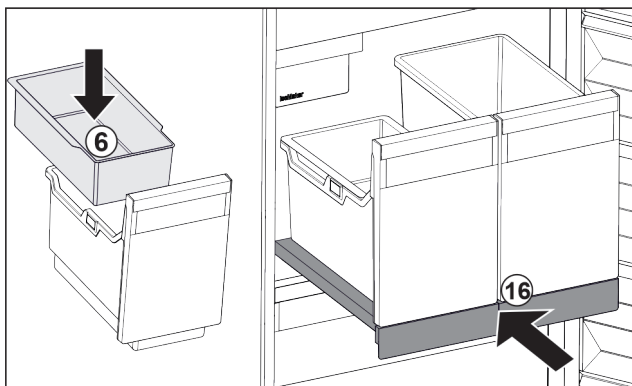

Fig. 106
- ▶ Inhangschaal Fig. 106 (6) voor ijsblokjes aanbrengen.
- ▶ Uitschuifplateau met bak (IceTower) er inschuiven. Fig. 106 (16)